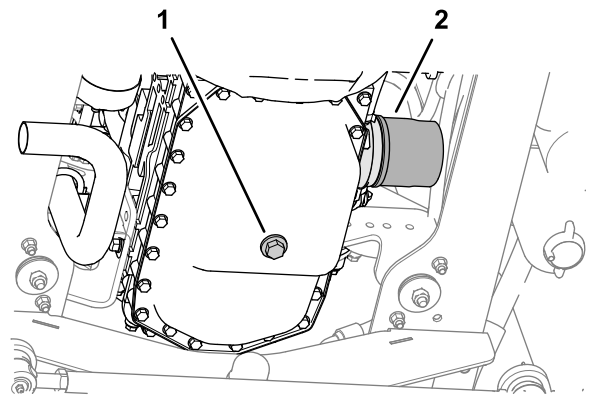

Figura 53
1. Retire o tampão de escoamento e deixe o óleo escorrer para um recipiente adequado (Figura 53).